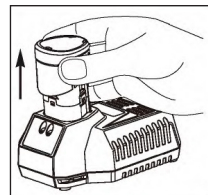

Abbildung 2
- 3) Am Ende des Ladevorgangs geht das rote Licht aus und das grüne Licht kommt an, was darauf hindeutet, dass das Batteriepack voll ist. Bitte ziehen Sie das Akku-Pack und den Ladegerät. (Abbildung 2)